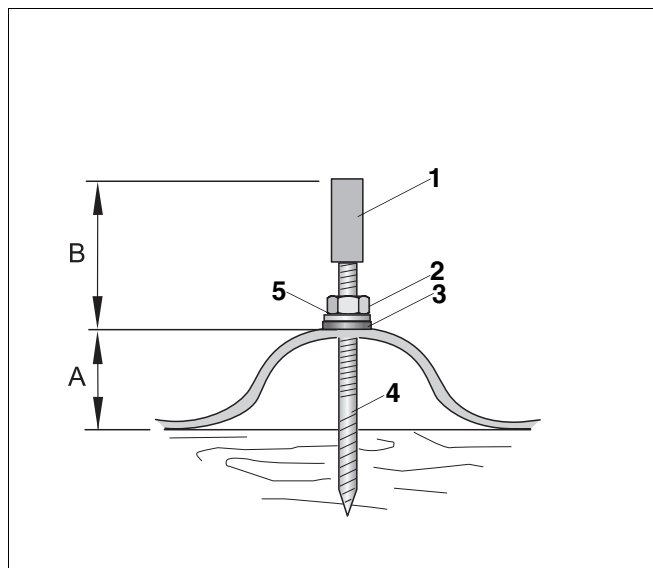

Fig. 6 Vara roscada montada sobre telhado de chapa ondulada
- Enrosque as varas roscadas até atingir a medida B (veja a Tab. 2 e a Fig. 6).
- Ao enrosque as varas roscadas, assegure-se de que a distância B (Tab. 2 e Fig. 6) é igual para todas as varas roscadas.
- Aperte a porca (Fig. 6, **Item 2**), até a anilha de vedação (Fig. 6, **Item 3**) encostar completamente no telhado. Desta forma, o furo fica estanque.